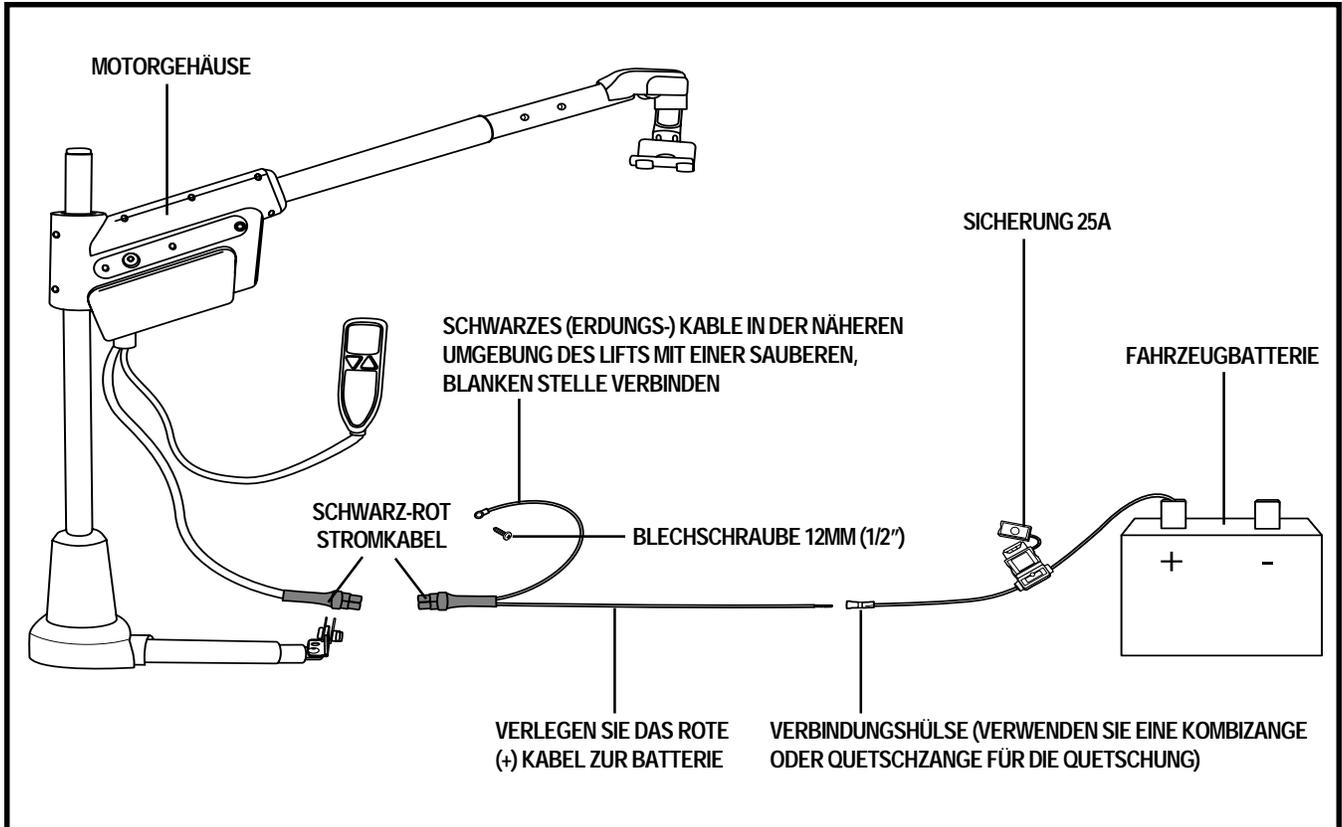

Abbildung 12. Elektrische Kabelverbindungen
1. Führen Sie das lange rote positive (+) Stromkabel (zum Anlassen des Lifts) durch den Innenraum des Fahrzeugs, bis Sie die Autobatterie erreichen. **Siehe Abb. 12.** Verbergen Sie das Kabel unter oder hinter dem Armaturenbrett (es sollten entsprechende Löcher vorhanden sein). Stellen Sie sicher, dass das Kabel mit einem Gummischlauch geschützt ist, wenn Sie es durch das Blech zum Motorraum und im Motorenraum verlegen. Innerhalb des Motorraums sichern Sie das Kabel mit den mitgelieferten Kunststoffbindern an den (Feuer-) Schutzblechen. Arbeiten Sie mit Umsicht, damit die Schutzummantelung des Stromkabels nicht abscheuert. Es ist wichtig, das Stromkabel an mehreren Stellen entlang des Verlaufs zu befestigen und zu sichern.
HINWEIS: Liegt der Lift demontiert im Kofferraum, unterbrechen Sie das schwarz-rote Stromkabel (siehe Abb. 12), entfernen das Motorgehäuse und die oberer Stange und legen es an einem sicheren Ort ab. Die Höhe des Lifts kann das Schließen der Kofferraumklappe verhindern.